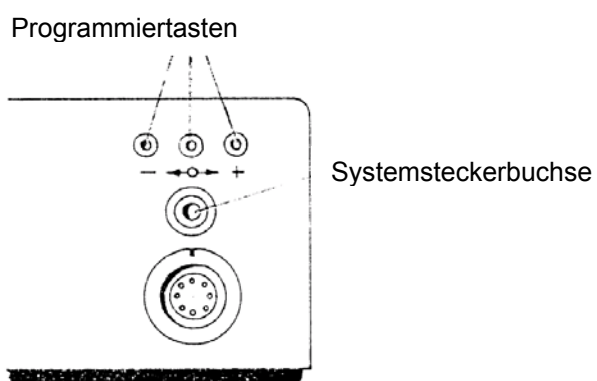

Fig.11
2. Stecken Sie den Erkennungsstecker entsprechend dem Abstimmungsverhältnis des Handstücks, das Sie verwenden wollen, in die zugehörige Buchse. (s. Abb. 11)